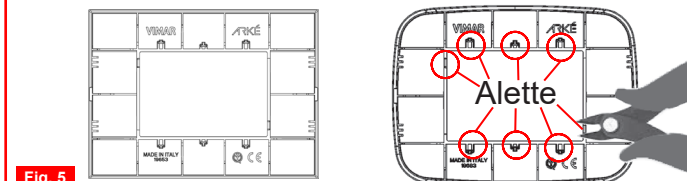

Fig. 5
N.B. Per il montaggio delle placche VIMAR serie ARKE' Classic e ARKE' Round nelle versioni (Color-Tech e Tecno-Basic) eliminare con un tronchesino le 8 Alette presenti sul retro delle placche ARKE' come da figura sottostante (Fig.5).